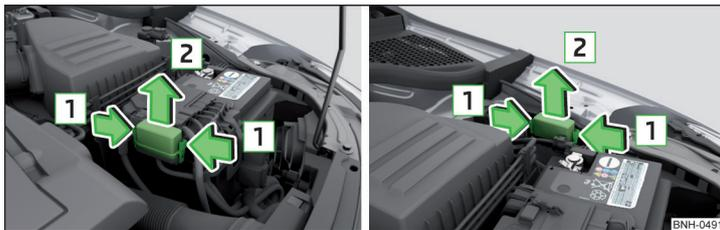

Abb. 151 Fahrzeugbatterie: Abdeckung des Sicherungskastens - Variante 1 / Variante 2
- › Die Verriegelungstasten der Abdeckung gleichzeitig in Pfeilrichtung **1** zusammendrücken » Abb. 151.